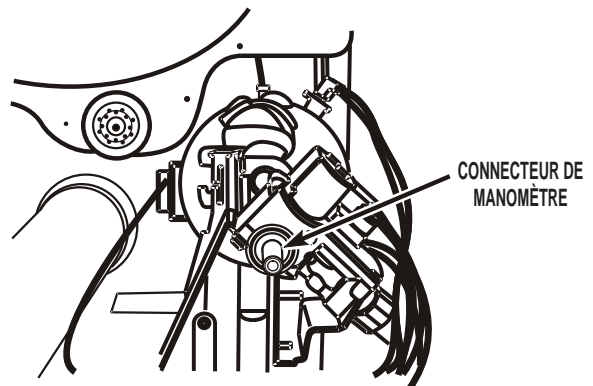

FIGURE 4
- Insérer le connecteur de manomètre; serrer à la force des doigts. Voir Figure 4.